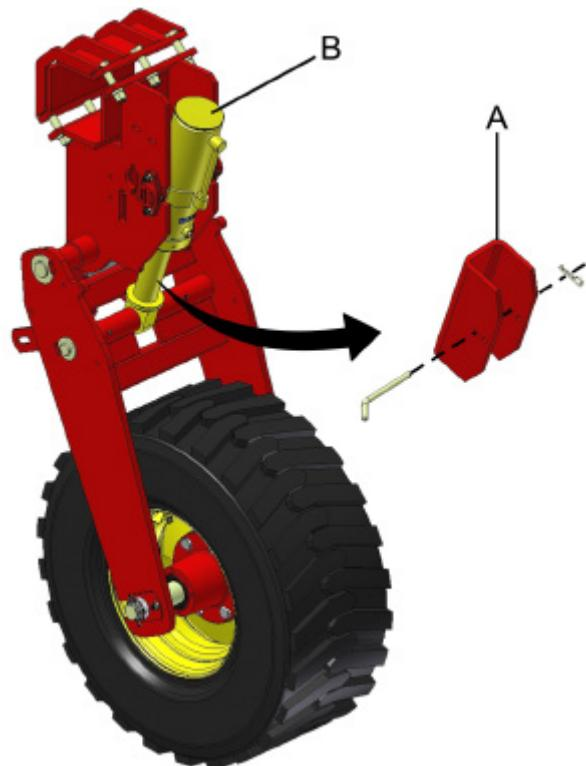

fig. 17
Retire os calços (A) (fig. 17) dos rodados do chassi central (B).